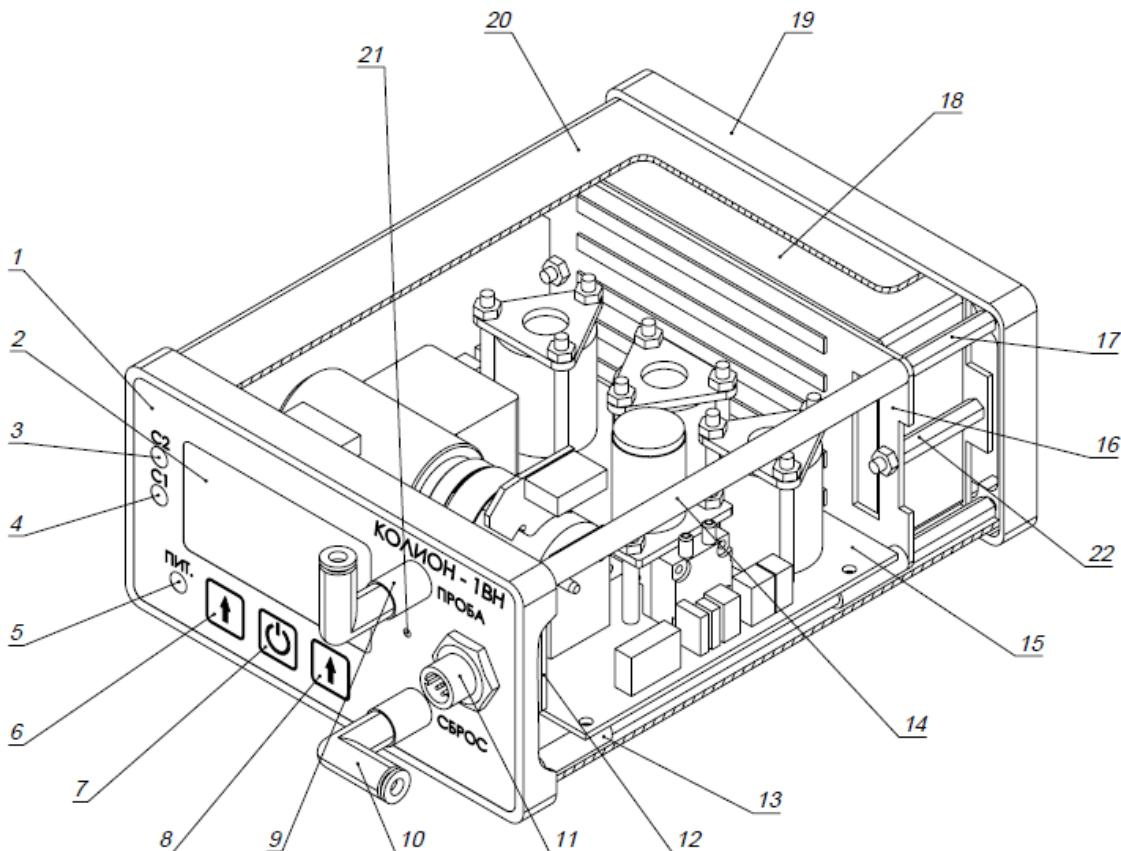

Рис. 1.1. Расположение элементов газоанализатора
##### 1.5.2.1. Расположение основных элементов газоанализатора приведено на рис. 1.1.
1.5.2.3 Пробоотборник присоединяется к штуцеру ПРОБА газоанализатора (см. рис. 1.1 поз. 9) с помощью соединительной фторопластовой трубы с внешним диаметром 4 мм, внутренним диаметром 2 мм, длиной 0,9 м.
- кабельный ввод (3) для подключения кабеля (2);
- три светодиода контроля уровня заряда (4);
- кнопка включения контроля уровня заряда (5).
Кабель (2) снабжен разъемом (1) для подключения газоанализатора (поз. 11 рис. 1.1.) в режиме питания газоанализатора или к разъему зарядного устройства в режиме заряда (зарядное устройство входит в комплект поставки ВБА).